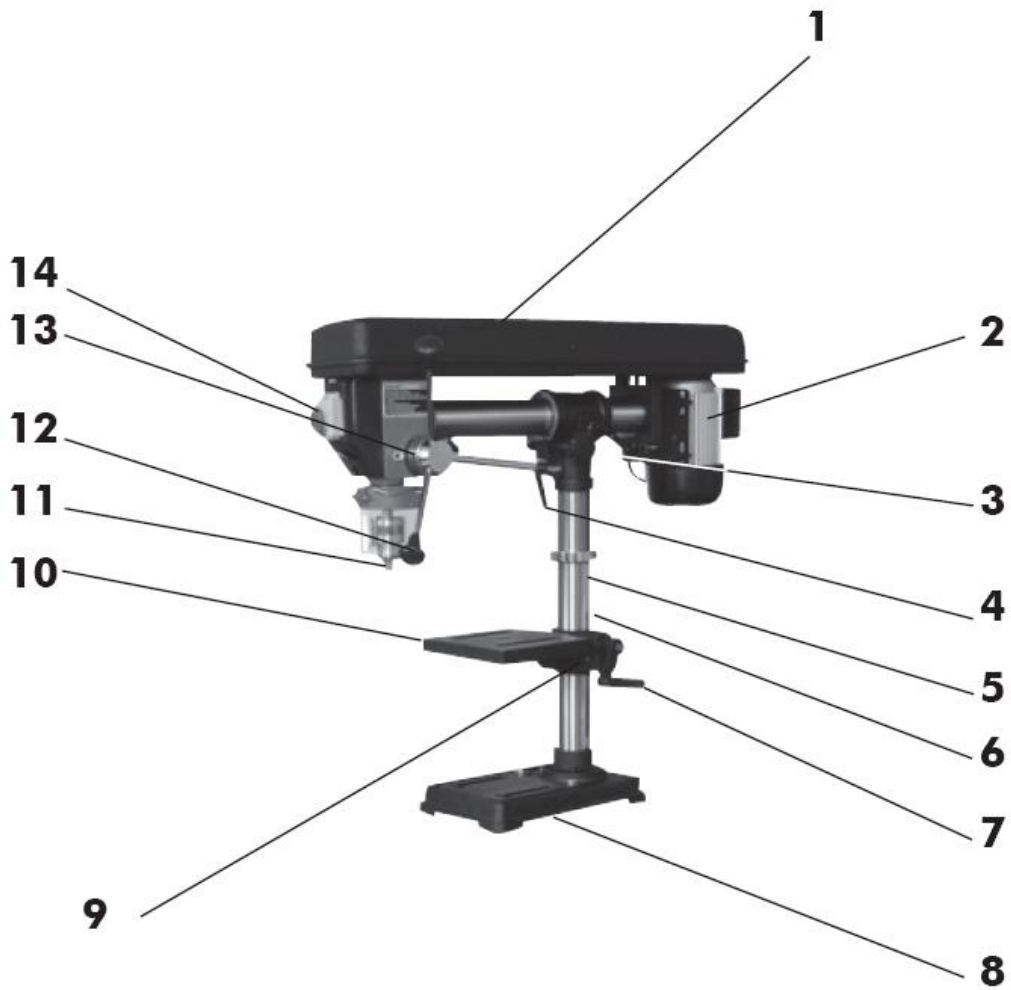

Abb. 1.2/ Fig. 1.2
1.3 Description de SB 3116RMN Fig. 1.2